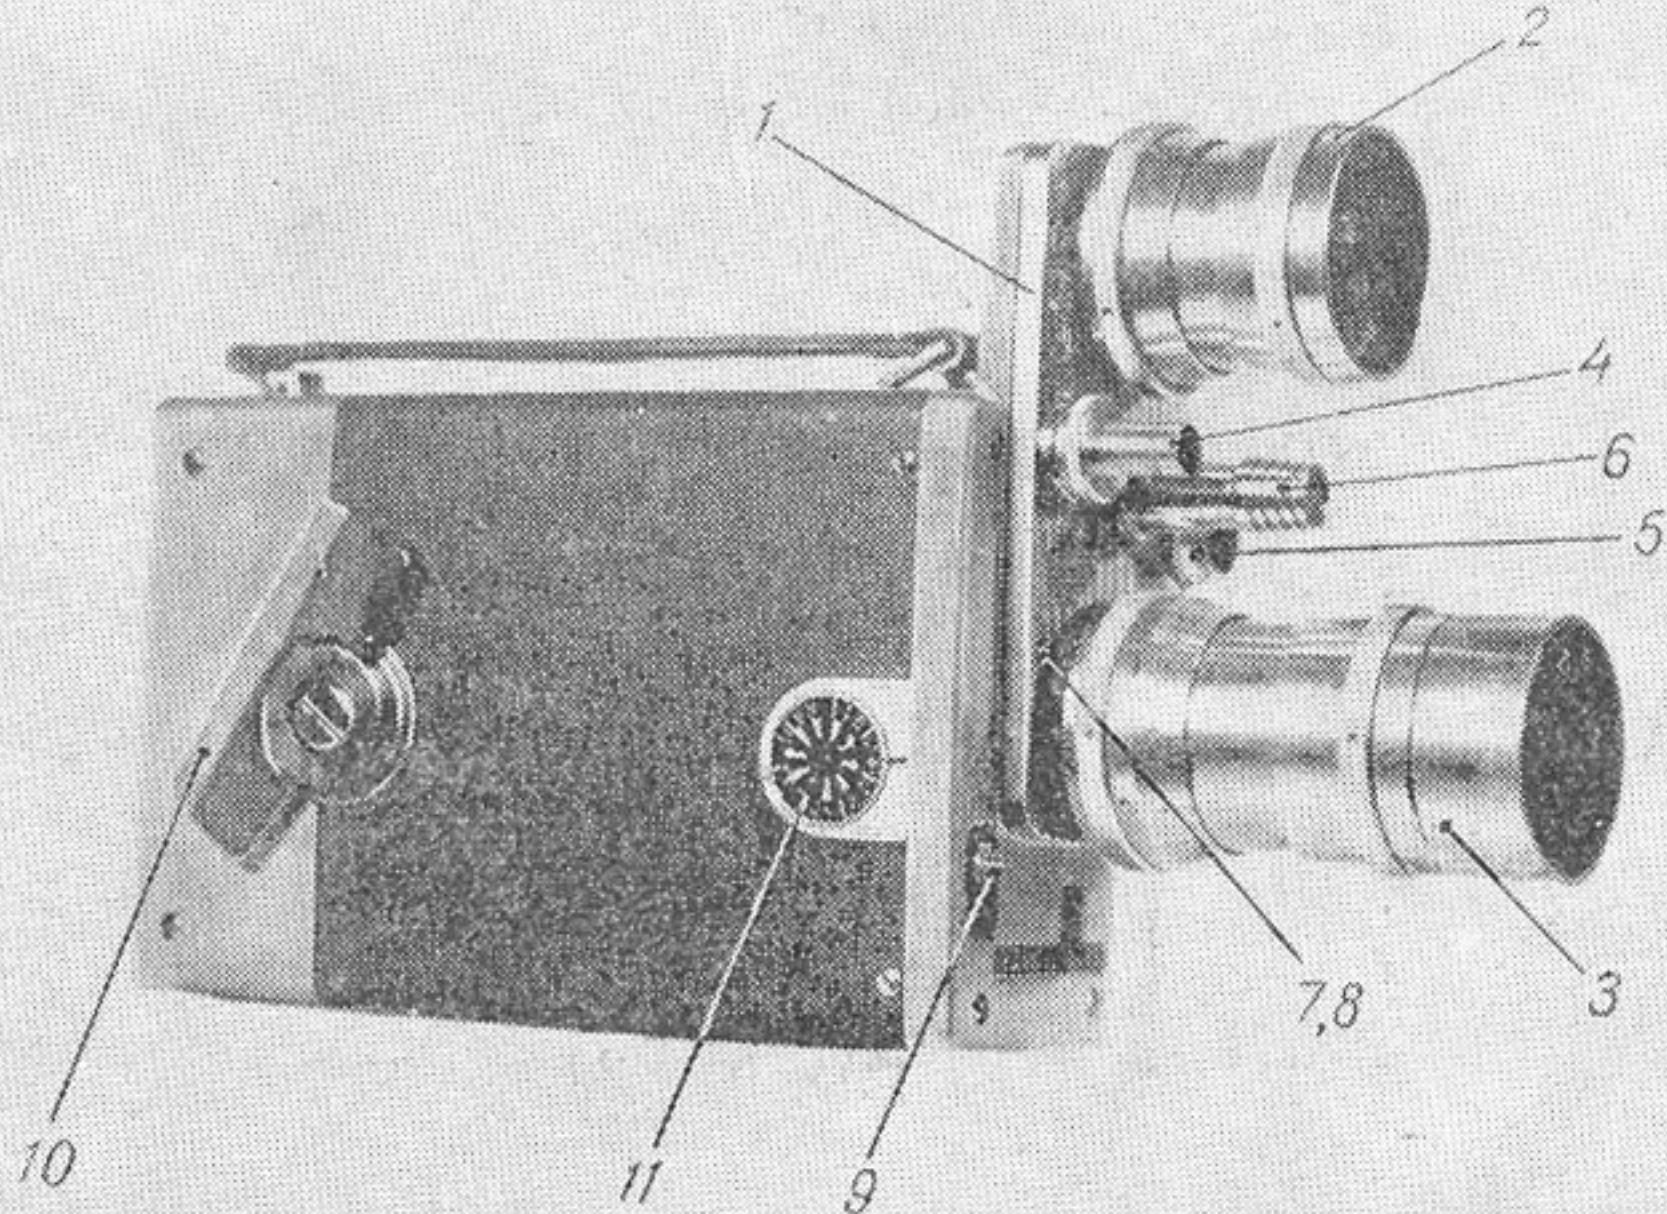

Рис. 1.
На рис. 1 показан общий вид киносъемочного аппарата «Киев 16С-2».
Включение механизма аппарата осуществляется пусковой кнопкой (9) (рис. 1). Пусковая кнопка может занимать следующие четыре положения: